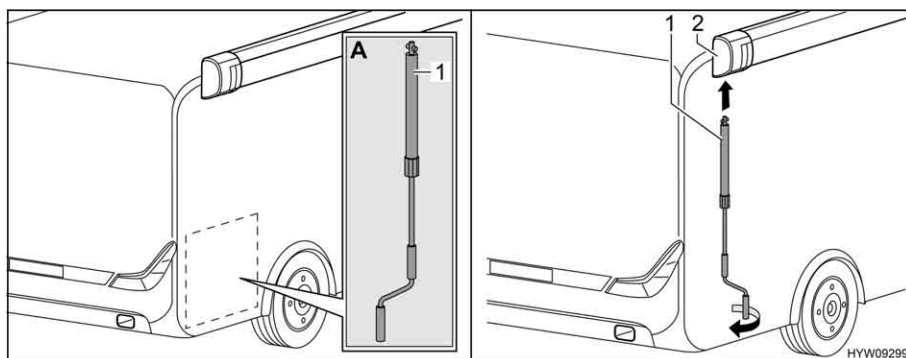

Fig. 14 Applicazione manovella
- Prelevare la manovella (Fig. 14,1) dal garage di coda (Fig. 14,A).
- Inserire la manovella nel supporto a baionetta (Fig. 14,2) della tenda.